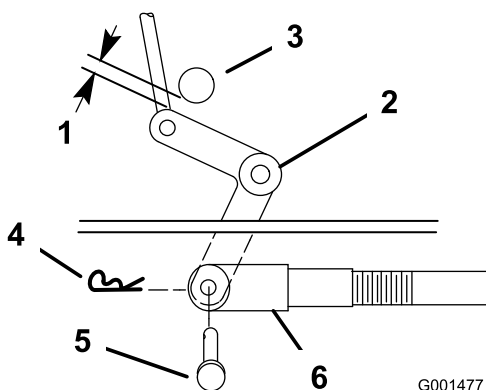
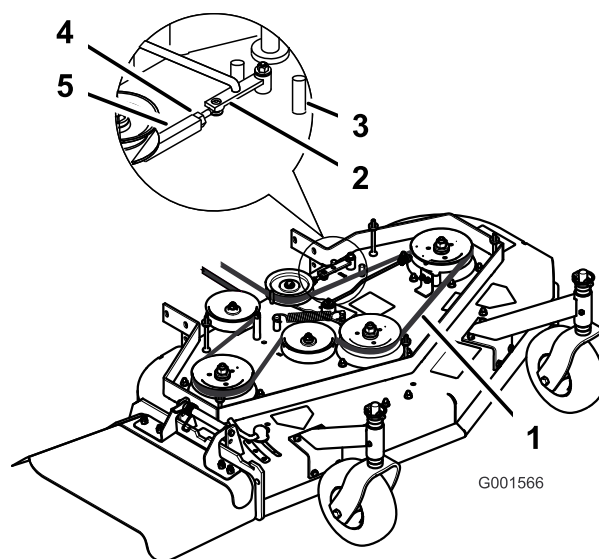

Figure 42
Figure 43
9. Vérifiez l'écartement entre l'axe coudé et l'arbre de sortie de transmission (Figure 42).
11. Tournez la chape dans le sens horaire sur la tige pour accroître l'écartement, et dans le sens antihoraire pour le réduire (Figure 42).
Remarque: Si le bras d'assistance ne touche pas la butée avant du tablier de coupe (Figure 43), réglez la chape de sorte à rapprocher le levier coudé de l'arbre de sortie de transmission (Figure 42).